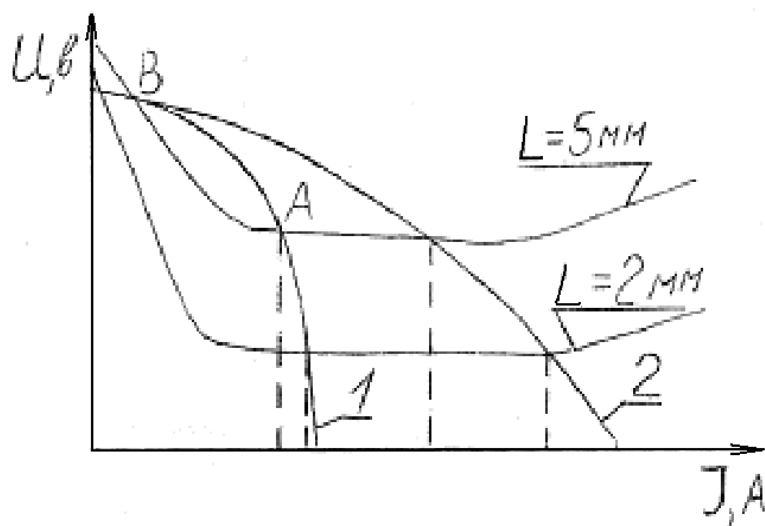

Рис. 1. Вольт-амперные характеристики дуг различной длины и внешние характеристики источников питания с крутопадающей (1) и пологопадающей (2) характеристиками.
Основной характеристикой сварочной дуги является зависимость напряжения на дуге (U_d) от силы тока (I_d) и от длины дуги (L). Эту зависимость $U_d=f(I_d, L)$ называют статической вольт-амперной характеристикой дуги (рис. 1). Источники тока для конкретного способа сварки выбирают по их внешней характеристике, выражающей зависимость напряжения на клеммах источника от нагрузки (силы тока). Обычно источники питания могут иметь либо
крутопадающую характеристику (см. рис. 1, кривая 1), либо пологопадающую (см. рис. 1, кривая 2). Точка А соответствует установившемуся режиму сварки (напряжение дуги равно напряжений источника тока). Точка В характеризует напряжение, необходимое для обеспечения ионизации промежутка между электродом и деталью.